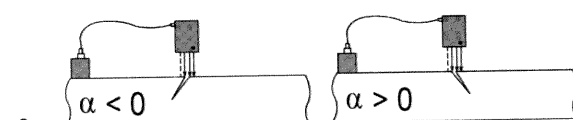

Fig. 13: 角度の正・負と割れ方向の関係
- その次に、上記作業の結果の角度 α が表示されます。角度に付く負符号 (－) が付く場合は、割れ方向が外設磁極付き電極に向かっており、逆に正符号 (+) が付く場合は、外設磁極付き電極から離れる方向になっています。(参照 Fig. 13).